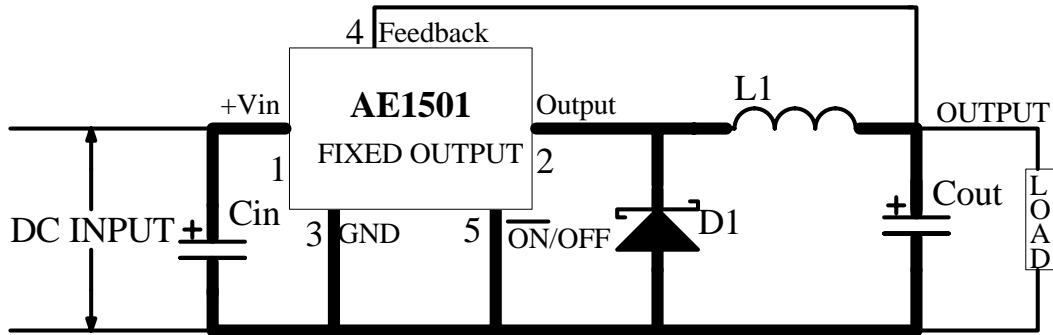

图 1
- 注 5：外部元件为续流二极管、储能电感、输入和输出端电容，会影响开关调节器的系统性能，AE1501 用在如图 1 所示测试电路中时，其系统性能如电气特性中的系统参数所示。